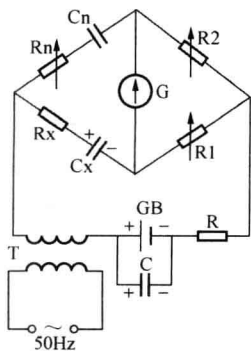

图 1-1 桥式检流电路（电容电桥）
(4) 叠加电路和叠加电路是把两种电气量叠加在一起的电路，包括交流电压与交流电流叠加、交流电压与电压叠加、交流电流与电流叠加等。
(5) 充放电电路。充放电电路是利用电容器的充放电特性实现的，具体电路有多种。如利用电容器的充放电启动中间继电器，实现继电器延时，消除反电动势等，多用于逻辑回路。
(6) 桥式检流电路。检流电路是不同于其他电路形态的电路，如图 1-1 所示，它实际是电容和电阻构成的电桥电路，测量电容器的电容量使用的电容电桥就是采用这个原理，因为电桥中使用的灵敏度很高的指示表计称为检流计，所以桥